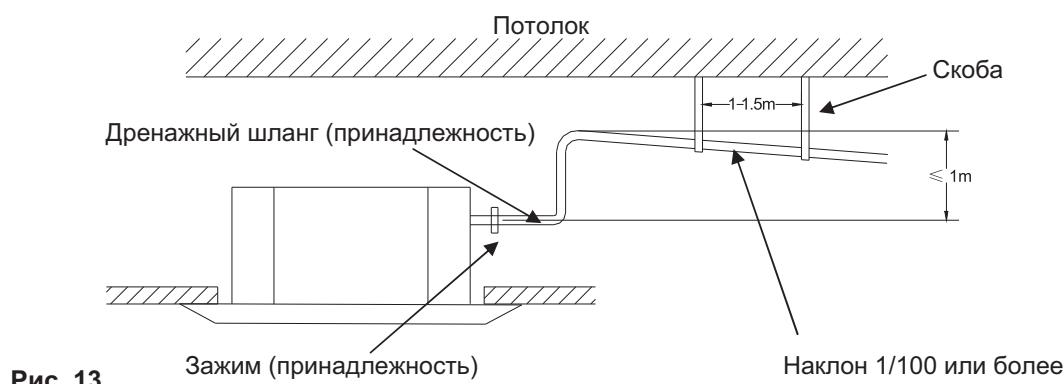

Рис. 13
1. Не поднимать дренажную трубку выше 1 м., поскольку это может привести к утечке воды (рис. 13).
2. Убедиться в том, что дренажная трубка установлена с уклоном вниз (не менее 1/100), а также в отсутствии мест, где может скапливаться вода (рис. 13).
3. Для поддержки дренажной трубы расположить крепёжные скобы на расстоянии 1 – 1,5 м. (Рис. 13)